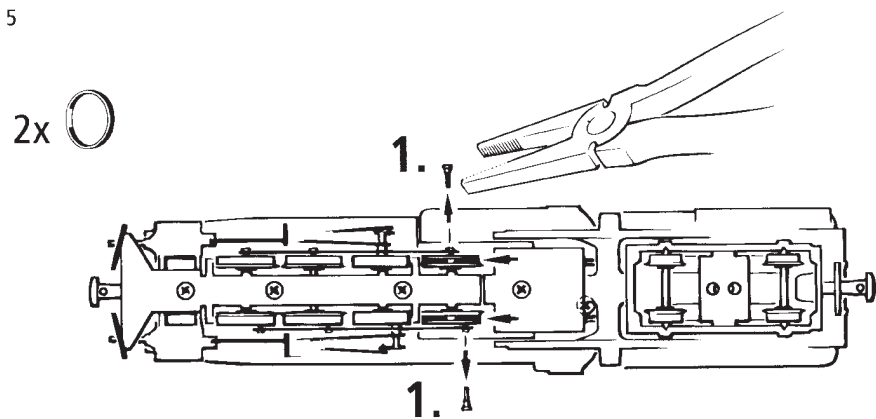

Fig. 6
4. Motor Changing: First remove loco body (fig. 3), and then the motor (fig. 6).
4. Remplacement du moteur: Démontez la caisse (voir fig. 3). Démontez ensuite le moteur (fig. 6).